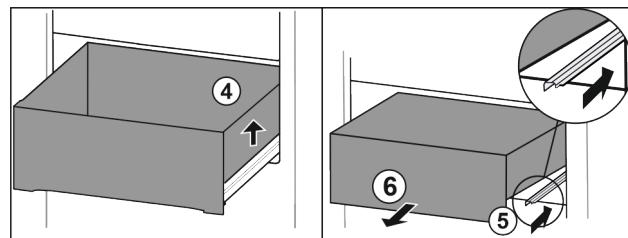

Fig. 90
- Nadzvedněte zásuvku vpravo. Fig. 90 (4)
- Zasuňte pravou kolejničku. Fig. 90 (5)
- Vyjměte zásuvku dopředu. Fig. 90 (6)